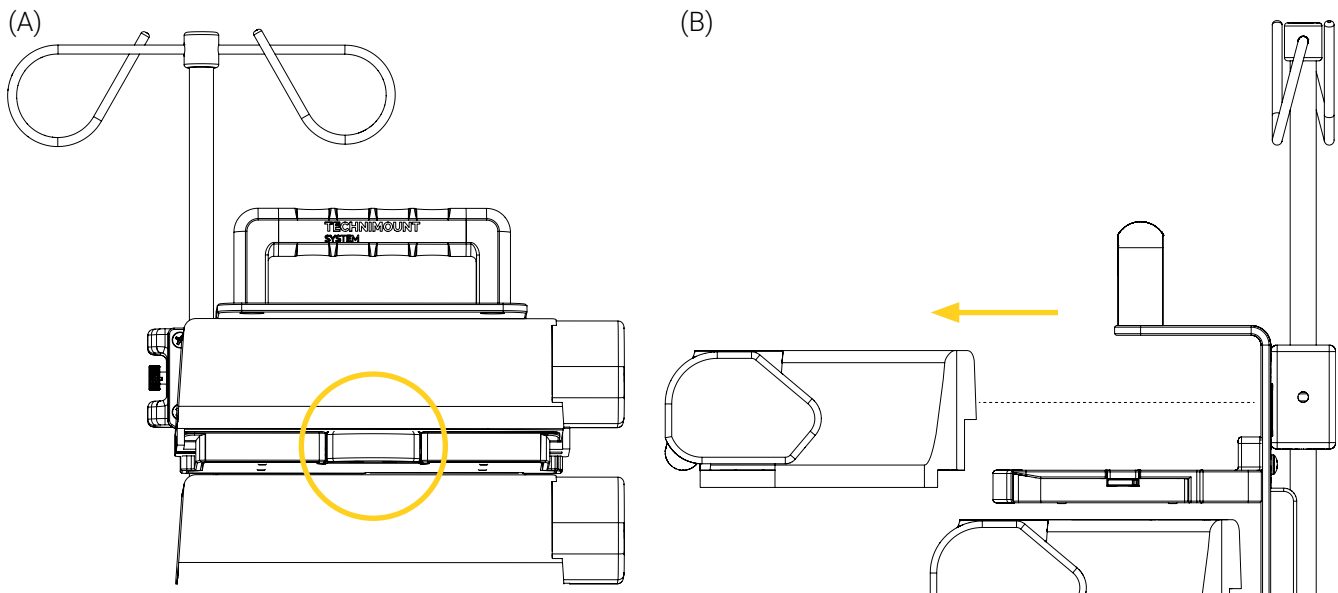

Figure 8: Retrait de la tablette pour pompe
2. Appuyer et maintenir le bouton à déclenchement rapide situé à l'avant de la tablette pour pompe, puis tirer la pompe vers l'avant horizontalement hors du support de fixation (Figure 8), puis mettre de côté.